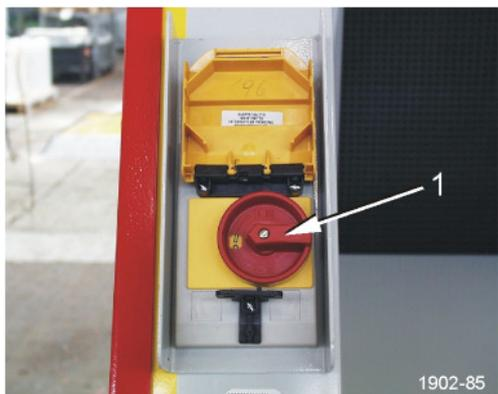

Bild 18
- Motorschutzschalter [1], (Bild 18) wieder betätigen.
b) Motorschutzschalter nicht eingeschaltet	Drehgriff [1], (Bild 18) vom Motorschutzschalter betätigen und Starttaste [3], (Bild 19) drücken.